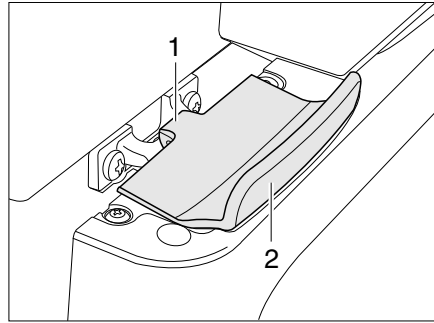

Bild 135 Verriegelung der Kühlschranktür, geschlossen (Thetford)
- Kühlschranktür am Griff (Bild 135,2) öffnen. Die Verriegelung (Bild 135,1) wird automatisch gelöst.